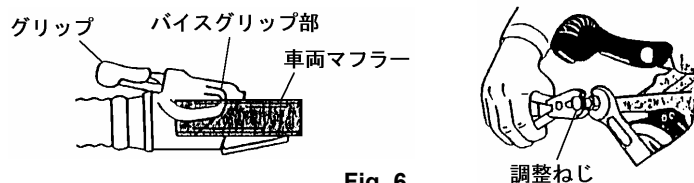

Fig. 6
- 4) ラバーノズルの先端部（バイスグリップ部）が、車両の排気マフラーにしっかりと固定できることを確認してください。車両マフラーの板厚によっては上手くクリップできないことがあります。その場合には、グリップの調整ねじで調整を行ってください。（Fig. 6）